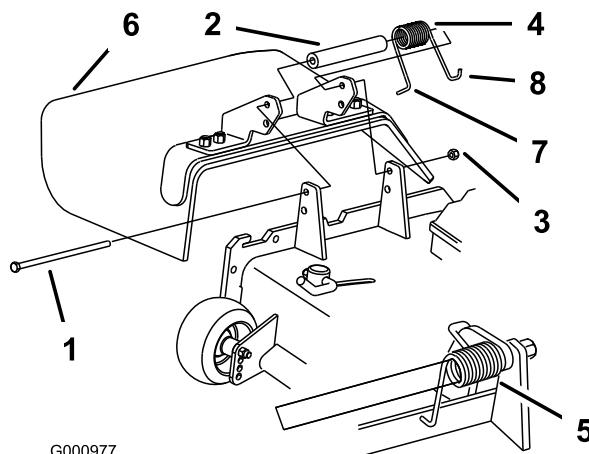

Bild 2
1. Legen Sie das Distanzstück und die Feder zwischen die Halterungen des Ablenkbleches (Bild 2). Setzen Sie das linke J-Hakenende der Feder hinter die Kante des Mähwerks.
Hinweis: Stellen Sie sicher, dass sich das linke J-Hakenende der Feder hinter der Mähwerkskante befindet, bevor Sie die Schraube einführen, siehe Bild 2.
2. Setzen Sie die Schraube und Mutter ein. Führen Sie das rechte J-Hakenende der Feder um das Ablenkblech (Bild 2).